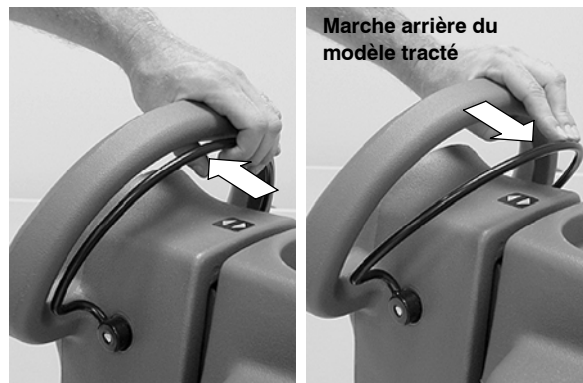

FIG. 19
5. Tirez vers l'arrière la protection de démarrage de la poignée de commande pour démarrer le brossage (Figure 19). Le modèle tracté avance automatiquement. Pour inverser la marche du modèle tracté, il suffit de pousser vers l'avant la protection de démarrage de la poignée de commande.